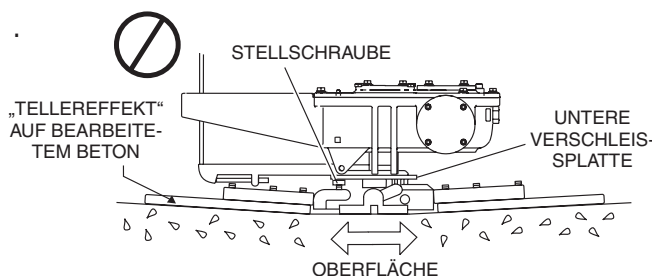

Abbildung 31. Fehlerhafte Ausrichtung der Nabenplatte
2. Stellen Sie die Trennscheiben möglichst flach ein. Die Stellschrauben sollten alle etwas Kontakt zur unteren Verschleißplatte auf der Nabe haben. Falls Sie sehen können, dass eine Trennscheibe keinen Kontakt hat, so ist eine Einstellungen erforderlich (Abbildung 31).
Abbildung 31 veranschaulicht eine „fehlerhafte Ausrichtung“, „verschlissene Nabenbuchsen oder verbogene Glättarme“. Überprüfen Sie, ob die Stellschraube die untere Verschleißplatte kaum berührt (max. Abstand 0,10"). Alle Stellschrauben sollten den gleichen Abstand zur unteren Verschleißplatte aufweisen.